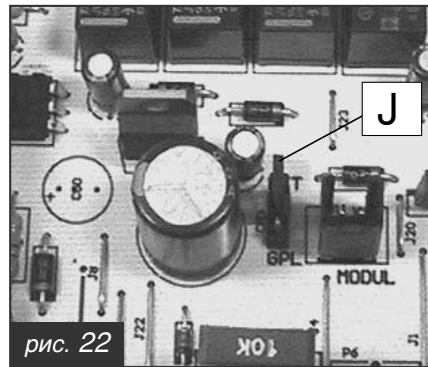

рис. 22
- на электронной плате установить переключку **J MET–GPL** в положение **GPL** (см. рис. 22).
- на электронной плате установить переключку **J MET–GPL** в положение **MET** (см. рис. 22).